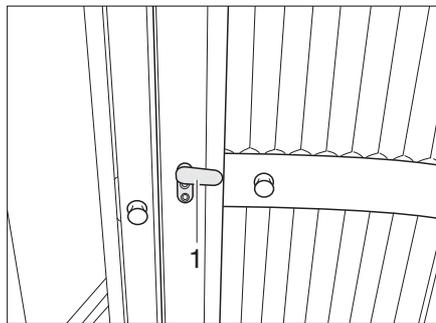

Bild 273 Vario-Toilette, Toiletten-Eingangstür
- Den Riegel (Bild 273,1) an der Toiletten-Eingangstür senkrecht stellen und das Innenteil der Toiletten-Eingangstür ausklappen.
- Das Innenteil zur Toiletten-Eingangstür drehen und zum Schließen den Riegel (Bild 273,1) waagrecht stellen.